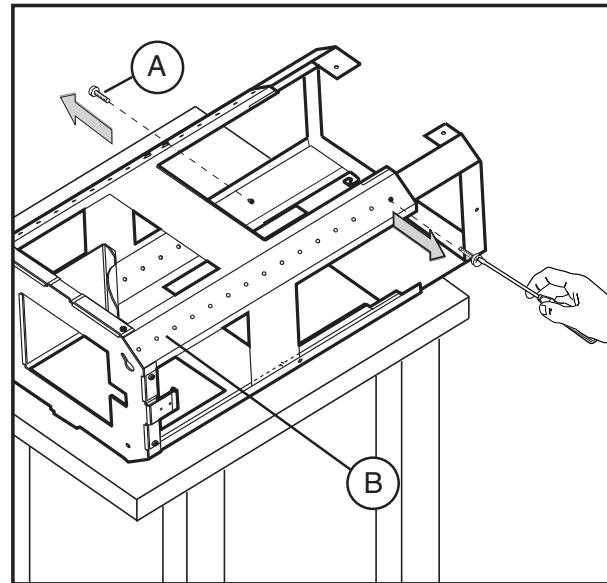

Fig.1
- Déballer la structure et enlever les 2 vis **A** pour séparer la partie supérieure de la partie inférieure (**Fig.1**).
Fig.1: Unir les deux parties du déflecteur d'air comme illustré à la figure **3.1**. Il pourrait être nécessaire de couper le déflecteur pour l'adapter à la largeur de la cheminée comme illustré à la figure **3.2**. Pour couper le plastique, utiliser une lame effilée ou une scie.